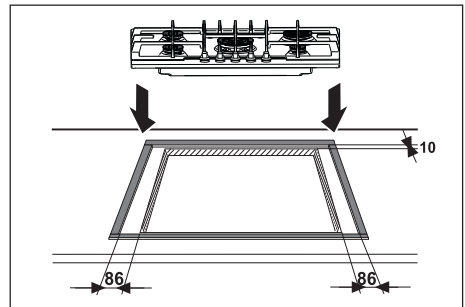

Abb. 12
- bringen Sie die spezielle mitgelieferte Dichtung auf dem Rand der Vorderseite der Einbauöffnung, 86 mm von den Seitenrändern bzw. 10 mm vom hinteren Rand an, wobei darauf zu achten ist, dass die Enden genau aufeinander passen und sich nicht überlappen (siehe Abb. 12)